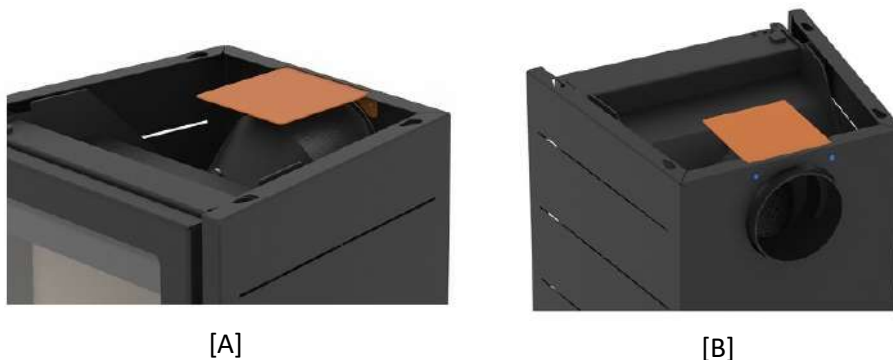

Fig.17 – Fixação de suporte do testo versão pedra
- 8- Utilizando a tampa extra fornecida (de chapa na versão Tek Basic ou pedra na versão Tek Stone), tapar a secção deixada aberta no tampo da salamandra pela alteração da posição da saída de fumos. No caso da versão com tampo em pedra terá previamente que aplicar o apoio extra à capa exterior (Fig. 17-[A]). Para isso utilize os parafusos que lhe são fornecidos juntamente com o suporte extra (Fig.17-[B]).